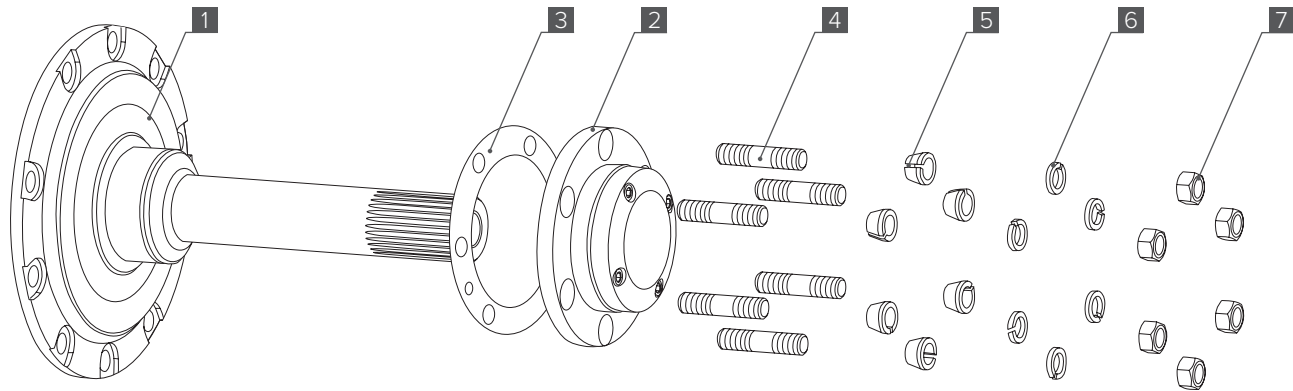

Рис. 1
**Элементы бортового вала редукторного моста УАЗ (Рис. 1):**
7. Установите втулки разжимные [5], шайбы пружинные [6] и накрутите гайки [7] (Рис. 1).